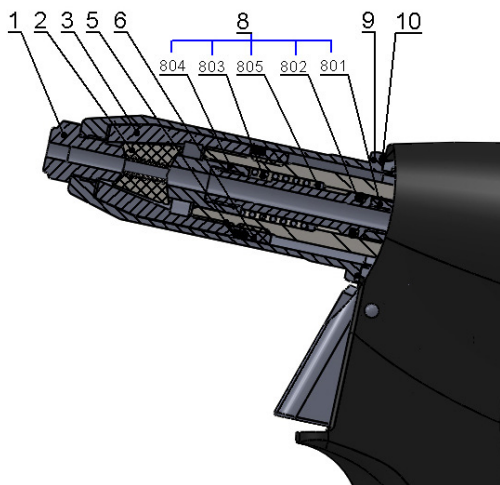
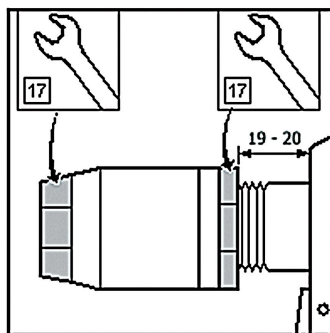

Abb.2
Abb.3
Trennen Sie das Werkzeug von der Druckluftquelle, schrauben Sie das vordere verstellbare Frontdüse /Abb.2 - Pos.9/ mit einem Schraubenschlüssel Nr. 23 ab, setzen Sie den Schlüssel Nr. 17 (15) auf die Spannhülse /Abb.2 - Pos.3/ und den Schlüssel Nr. 17 auf die HP - Mutter /Abb.2 - Pos.6/ und lösen Sie diese. Schrauben Sie die Spannhülse ab und tauschen Sie die Spannbacksätze /Abb.2 - Pos.2/ und den Komplettes Saugleitung /Abb.2 - Pos.8/ aus. Alle verwendeten Gewinde sind Rechtsgewinde. Reinigen Sie die demontierten Teile gründlich und unterziehen Sie diese und insbesondere die folgenden Teile einer Sichtprüfung:
- 1) Spannbacksätze /Abb.2 - Pos.2/ - Abgenutzte oder beschädigte Teile müssen ausgetauscht werden. Reinigen Sie verschmutzte Teile mit einer Drahtbürste.
- 2) Mundstück /Abb.2 - Pos.1/ - Überprüfen Sie die Funktionsflächen des Reduzierstücks auf Verschleiß.
- 3) Komplette Saugleitung /Abb.2 - Pos.8/ - Abgenutzte oder beschädigte Teile müssen ausgetauscht werden /Abb.2 - Pos.801, Pos.802, Pos.803, Pos.804 und Pos.805/.
- 4) Verstellbare Frontdüse /Abb.2-Pos.9/ - Überprüfen Sie die Innenfläche auf Beschädigungen (Ø 18).
- 5) Abstreifring /Abb.2 - Pos.5/ - Ersetzen des Rings durch einen neuen Abstreifring, sofern dieser beschädigt oder abgenutzt ist.
Montieren Sie die Teile in umgekehrter Reihenfolge (siehe Teile-Demontage). Geben Sie einen Tropfen Schmieröl (wir empfehlen das Hydrauliköl HYSPIN AWHM 32 CASTROL) auf die Außenfläche der Spannbacksätze /Abb.2 - Pos.2/. Geben Sie eine dünne Schicht Plastik - Schmierstoff MOGUL LV 2-3 auf die Saugleitung und den O-Ring /Abb.2 - Pos. 801 und Pos.802/. Die Grundeinstellung der Spannbacken erfolgt wie in Abb. 3 dargestellt.